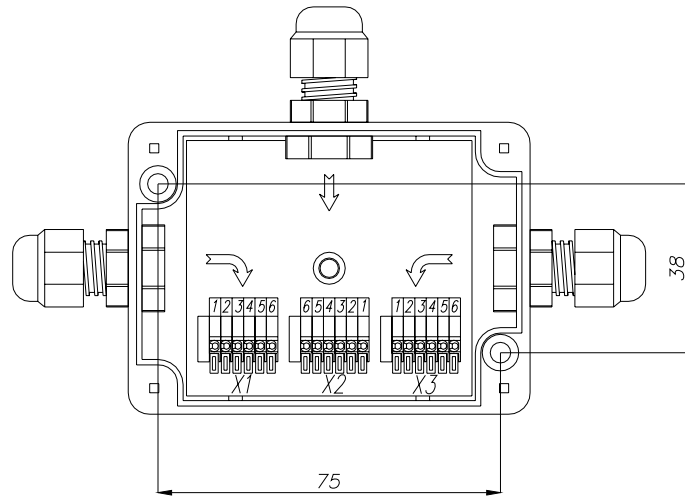

Рис. 4.1. Установочные размеры РП-3-У.
- 7.3. РП-3-PG предназначен для установки на стену, на монтажную панель распределительного шкафа или на любую другую ровную поверхность при помощи двух саморезов или болтов. Расположение монтажных отверстий приведено на рис. 4.1.